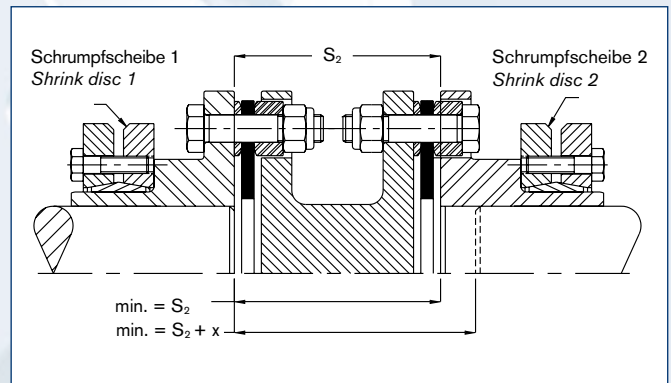

Abb. 4: Zweigelenkig / Fig. 4: Double flexing
2. Nabe auf die Welle aufschieben und diese Ausrichten (siehe Abb. 3 und Abb. 4, S. 57). Mit den in der Tabelle aufgeführten Anzugsmomenten  $T_A$  die jeweilige Kupplung anziehen. Verwenden Sie einen Drehmomentschlüssel!
2. Place hubs on shafts. Move first hub flush with the end of the hub (Fig. 3 and Fig. 4 page 57). Tighten the respective coupling with the tightening torques  $T_A$  listed in the table. Use a torque wrench!